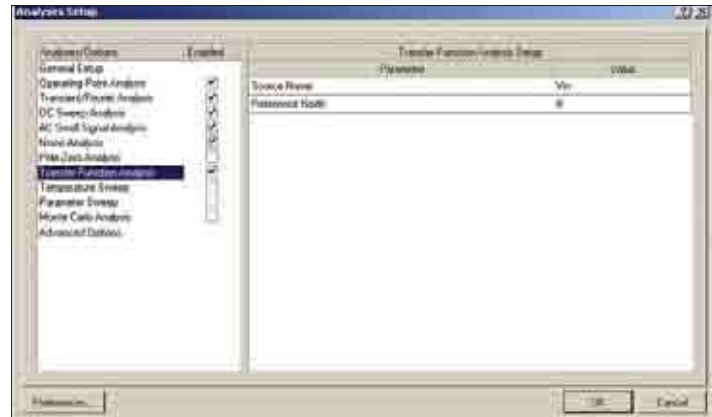

Рис. 13. Настройка анализа передаточных функций по постоянному току
- В списке справа зададим параметры этого вида анализа (рис. 13): в поле Source Name выберем источник напряжения Vin, опорный